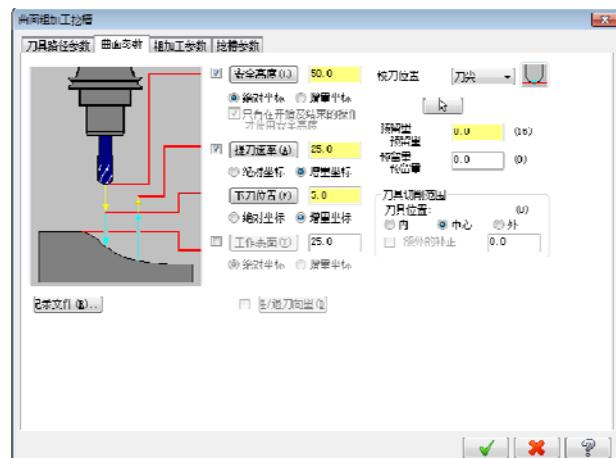

图 2-79 设置曲面加工参数
④ 设置曲面加工参数。单击“曲面加工参数”选项卡，设置加工曲面的预留量为1，如图 2-79 所示。